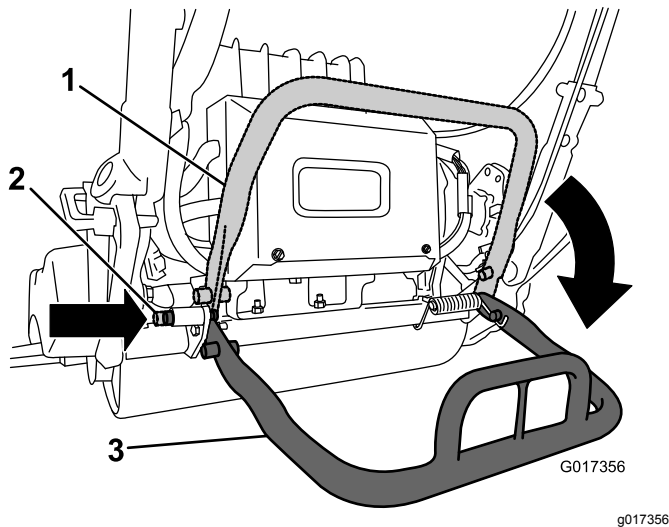

図 6
2. キックスタンドを下げ、ロックピンを差し込んでキックスタンドを整備位置に固定する図6。キックスタンドをロックして機体を支える。